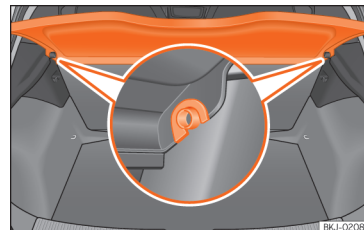

Fig. 113 Na bagageira: desmontar e montar a chapeleira.
- Desencaixe a chapeleira dos suportes laterais »» Fig. 113 puxando-a para cima e retire-a.
- Introduza a chapeleira horizontalmente fazendo coincidir a «fechadura» sobre o eixo dos suportes »» Fig. 113, e pressione para baixo até que encaixe.